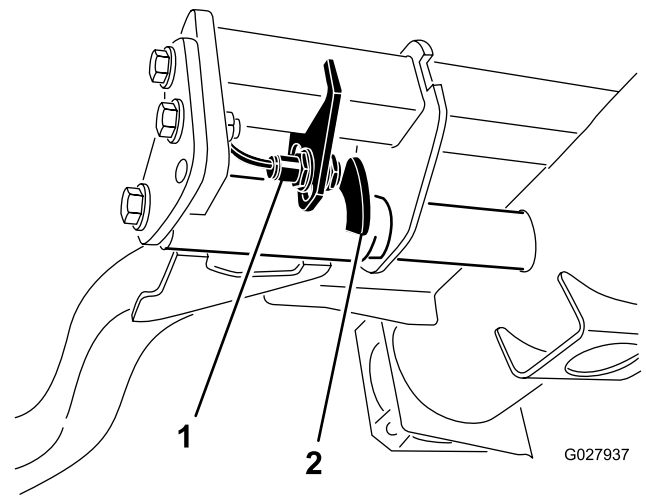

Figura 36
2. El interruptor del brazo de elevación está situado debajo del depósito de aceite hidráulico y detrás del brazo de elevación delantero derecho (Figura 36).
3. Afloje los tornillos de montaje del interruptor (Figura 36) y desplace el interruptor hacia arriba para aumentar